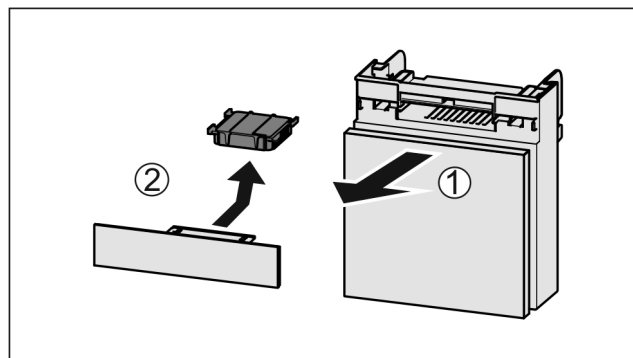

Fig. 65
- Вытянуть Fig. 65 (1) отделение движением вперед.
- Извлечение Fig. 65 (2) фильтра с активированным углем.